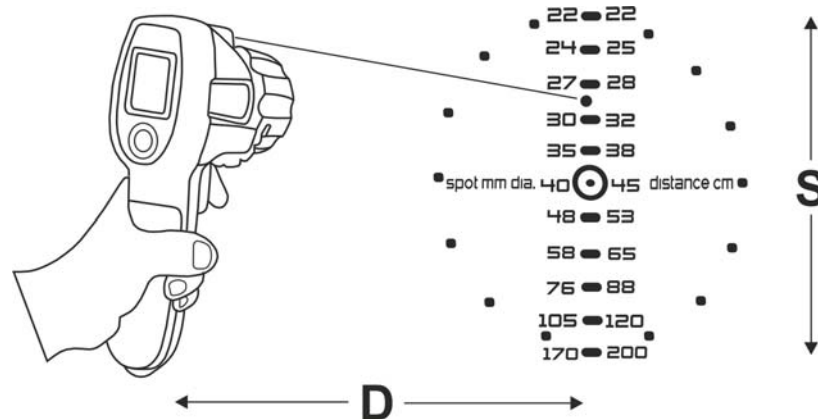

Fig. 16: Definizione rapporto Distanza / Spot di misura dello strumento
5. Allontanare o avvicinare lo strumento all'oggetto in prova notando rispettivamente il progressivo aumento o diminuzione del diametro della sezione rilevabile in accordo ai valori numerici di riferimento presenti nella parte laterale dello strumento (vedere Fig. 16)